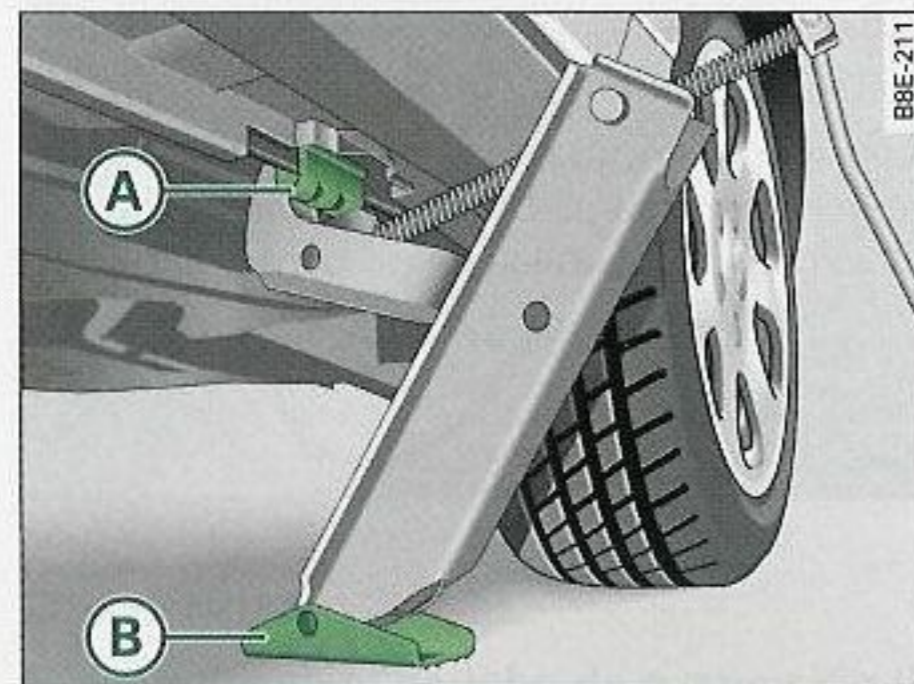

Fig. 255 Cambio de rueda: Gato
- Posicione el gato de modo que su garra envuelva el nervio del larguero inferior ⇒ fig. 255 (A) y que la placa base móvil (B) se apoye plana sobre el suelo.